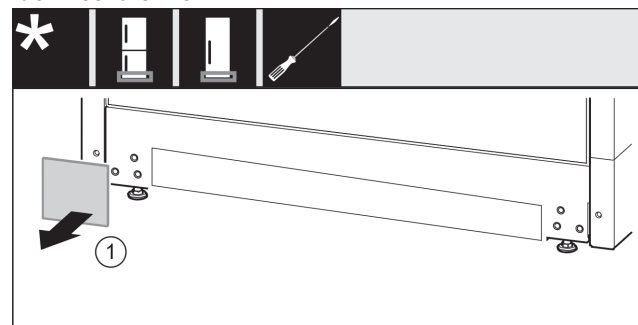

Fig. 47
- ▶ Vegye le a fedelet Fig. 47 (1).